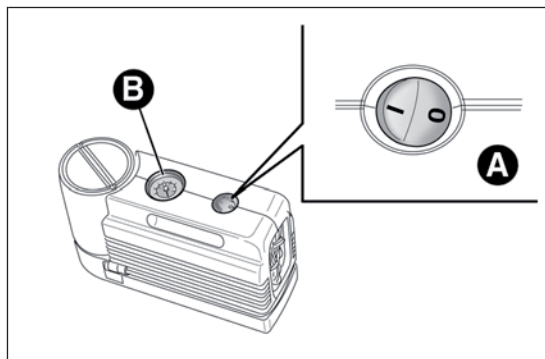
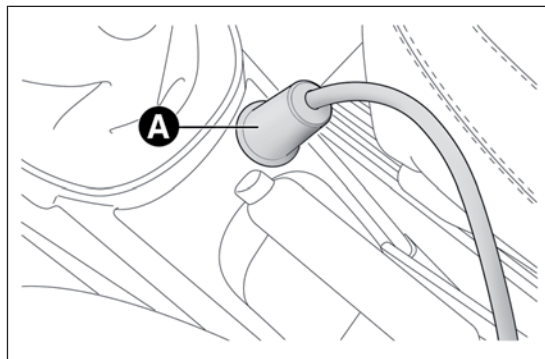

РИС. 131
РИС. 132
- убедитесь, что выключатель А РИС. 131 компрессора находится в положении 0 (выключено), заведите двигатель, вставьте вилку А РИС. 132 в электрическую розетку на центральной консоли и включите компрессор путем приведения выключателя А РИС. 131 в положение I (включено);
- накачайте шину на давление, значение которого соответствует указаниям параграфа "Колеса" в главе "Технические характеристики". Для получения более точных результатов проверьте значение давления на манометре В РИС. 131 при выключенном компрессоре;